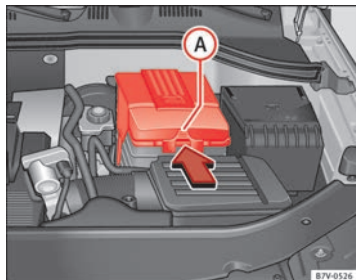

Fig. 176 Nel vano motore: Rimuovere la copertura della batteria del veicolo.
- *Nel caso di una copertura:* premere la linguetta ⇒ fig. 176 **A** nel verso indicato dalla freccia e tirare la copertura verso l'alto.